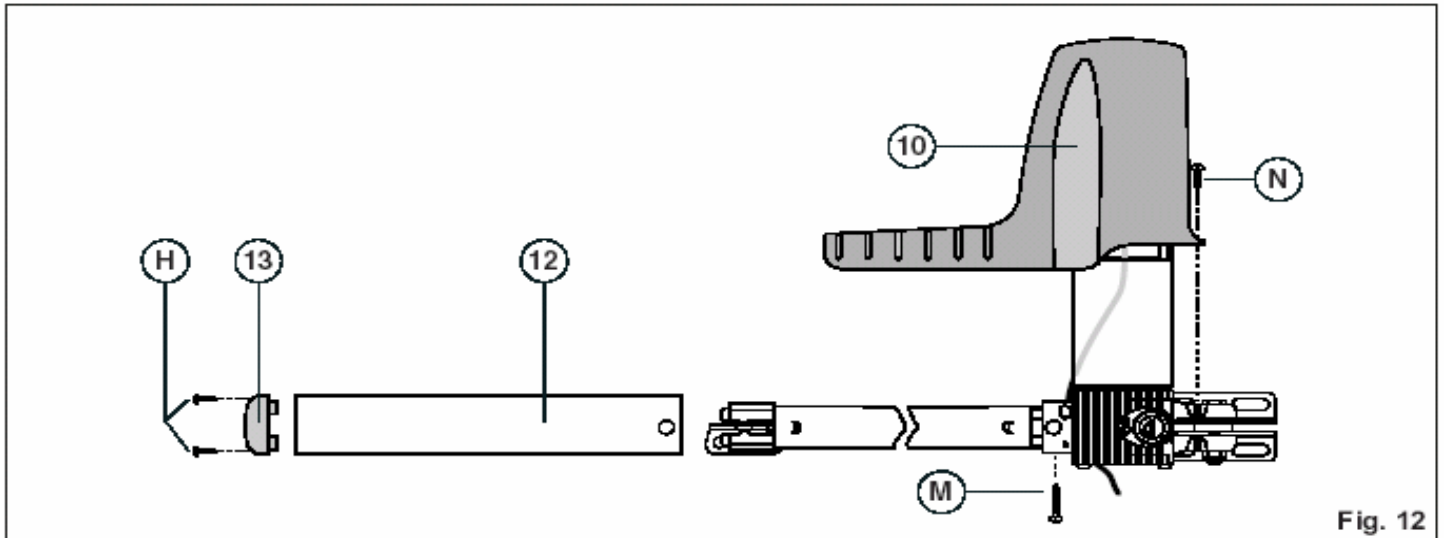

Fig. 12
- Zamocować osłony śrub [12], zatyczki [13] i uszczelki używając śrub H i M (rys.12)